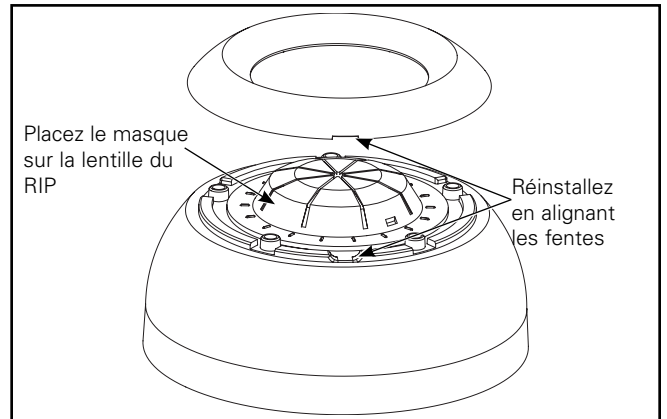

Figure 6.
3. Placez le masque sur la lentille et réinstallez le capuchon du détecteur en utilisant les fentes pour l'alignement. (Figure 6.)